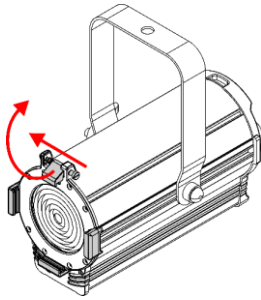

Fig. 10
- 01) Premere la **vite a molla (01)** e contemporaneamente sollevare il **fermo del portagelatina (02)** e ribaltarlo all'indietro (vedere Fig. 10).